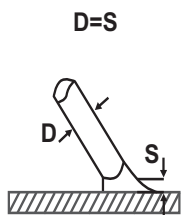

рис. 2
7.6 Как только произойдет зажигание дуги, электрод нужно держать на таком расстоянии **S** (см. рис. 2) от обрабатываемого материала, которое соответствует диаметру электрода **D** (см. рис. 2). Для получения равнономерного шва далее необходимо соблюдать эту дистанцию по возможности постоянной. Также необходимо помнить, что наклон оси электрода